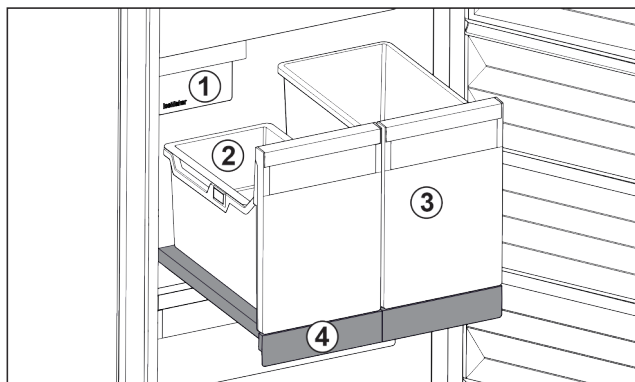

Fig. 122 Изтегляща се дъска с IceTower
- (2) Окачваща се поставка
- (4) Изтегляща се дъска за ледени кубчета
Върху изтеглящата се дъска има два високи съда (IceTower). В съда Fig. 122 (2) се събират и съхраняват ледени кубчета от IceMaker. Съдът Fig. 122 (3) е подходящ за съхранение на високи хранителни продукти като пици или алкохолни напитки.